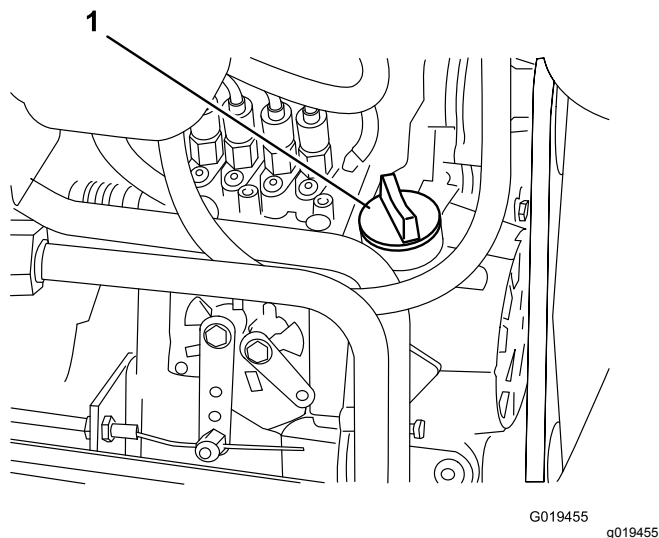

Figura 50
4. Se l'olio non raggiunge i parametri di sicurezza, togliete il tappo di riempimento (Figura 50) e aggiungete olio finché il livello non raggiunge la tacca Pieno.